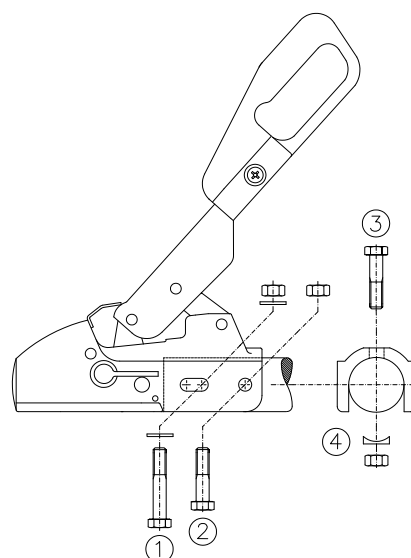

Bild 3: Anschluß
**2.2** Die Zugkugelkupplung WS 3000 D kann mit Längs- (1)+(2) oder Kreuzverschraubung (1)+(3) und den Lochabständen von 40/50/54 mm montiert werden. Die Zugkugelkupplung WS 3000 H kann mit Kreuzverschraubung (1)+(3) und dem Lochabstand 40 mm montiert werden. Das Befestigungsmaterial gehört zum Lieferumfang und ist wie folgt einzusetzen: (Bild 3)
2.3 Wird die Zugkugelkupplung WS 3000 als Ersatz für einen anderen Kuppelungstyp eingesetzt, so ist bei Auflaufeinrichtungen darauf zu achten, daß der Stoßdämpfer wieder vorschriftsmäßig montiert und evtl. im Zugrohr vorhandene Distanzrohre korrekt aufgefädelt werden. Als Hilfsmittel bitte die mitgelieferten Bolzen  $\varnothing 12 \times 34$  mm oder  $\varnothing 12 \times 49$  mm je nach Deichseldurchmesser verwenden. Bolzen als Durchschlag der Befestigungsschraube (2) oder (3) (Bild 3) je nach Befestigungsart des Stoßdämpfers verwenden und während der Montage der Zugkugelkupplung zur Zentrierung des Stoßdämpfers im Zugrohr stecken lassen. Beim Durchstecken der neuen Befestigungsschraube, Bolzen wieder entfernen.